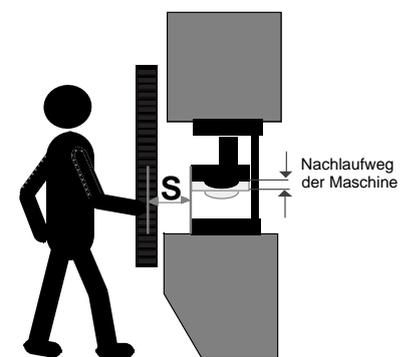

Bild 6/2 Sicherheitsabstand u. Nachlaufweg
**Sicherheitsabstand** (Bild 6/2)